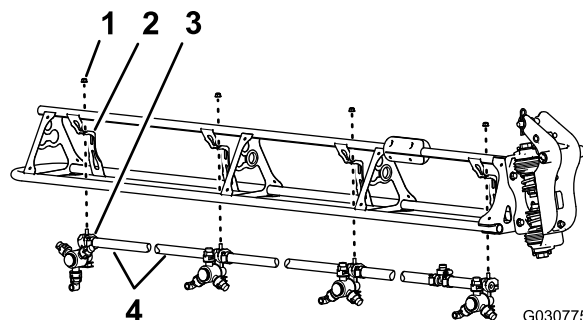

Figura 118
1. Tagliate il flessibile tra i 2 ugelli dell'irroratrice (Figura 118).
2. Rimuovete il dado di bloccaggio flangiato (5/16") che fissa l'ugello dell'irroratrice al supporto dell'ugello (Figura 118).